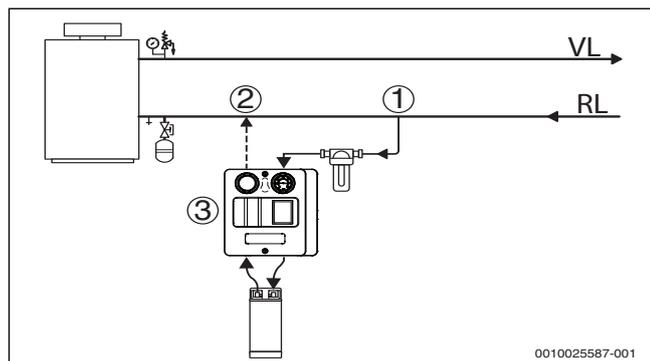
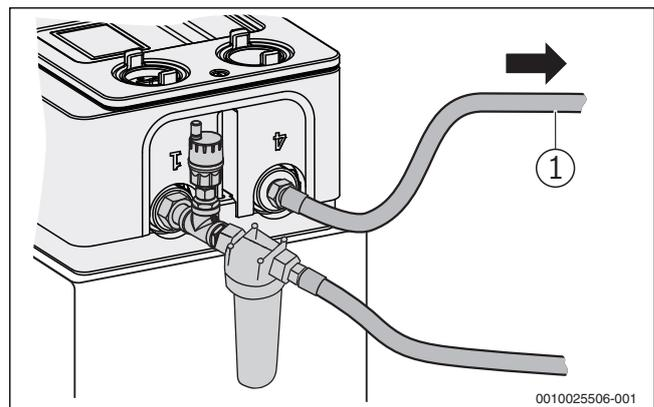

Bild 6 Anschlussschema Bypassentsalzungsmodul
Bild 8 Wasserfilter und Rücklauf anschließen
Das Modul wird gemäß Anschlusschema (→Bild 6) und den folgenden Vorgaben in die Heizungsanlage integriert:
- ▶ Wasserfilter mit Automatik-Entlüfter an das Modul (Anschluss 1) anschließen. Dichtungen verwenden. (→Bild 8)
- ▶ Ersten Anschlussschlauch an den Filtereingang anschließen (Dichtung verwenden), jedoch nicht mit der Heizungsanlage verbinden. Offenes Ende in die Nähe des Bodenablaufs oder gegebenenfalls in ein Auffanggefäß oder in die zweite Transport-Box legen. (→Bild 8)
- ▶ Zweiten Anschlussschlauch zur Rückführung des Heizwassers am Modul (Anschluss 4; →Bild 8) anschließen und mit der Heizungsanlage verbinden (→ Bild 6). Dichtungen verwenden.